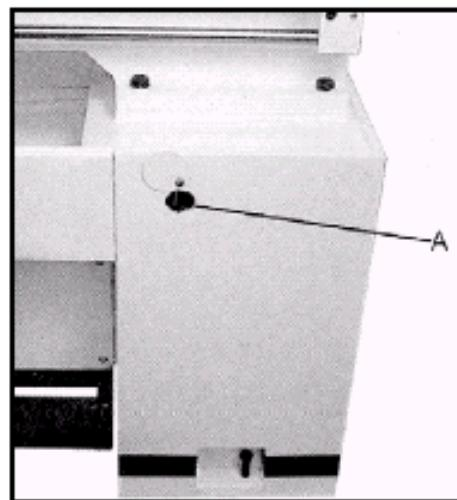

Рис.3
Вставьте 2 достаточно толстых стальных прутка в 4 отверстия станины станка (A, Рис. 3).
Рис.3а
**ВНИМАНИЕ:** В транспортном положении продольный суппорт станка зафиксирован винтом! При подготовке станка к работе необходимо отвернуть фиксирующий винт (Рис.3а), во избежание повреждения шестерен.